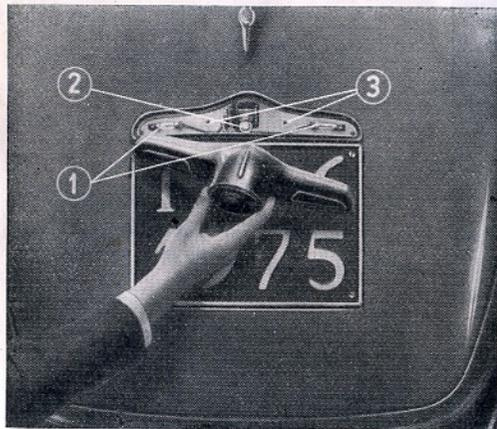

Fig. 35. - Smontaggio del fanalino posteriore.
Per sostituire le lampadine del fanalino posteriore illuminazione targa, e segnalatore d'arresto è sufficiente togliere le due viti (3) che fissano il corpo del fanalino alla scocca come indicato nella fig. 35